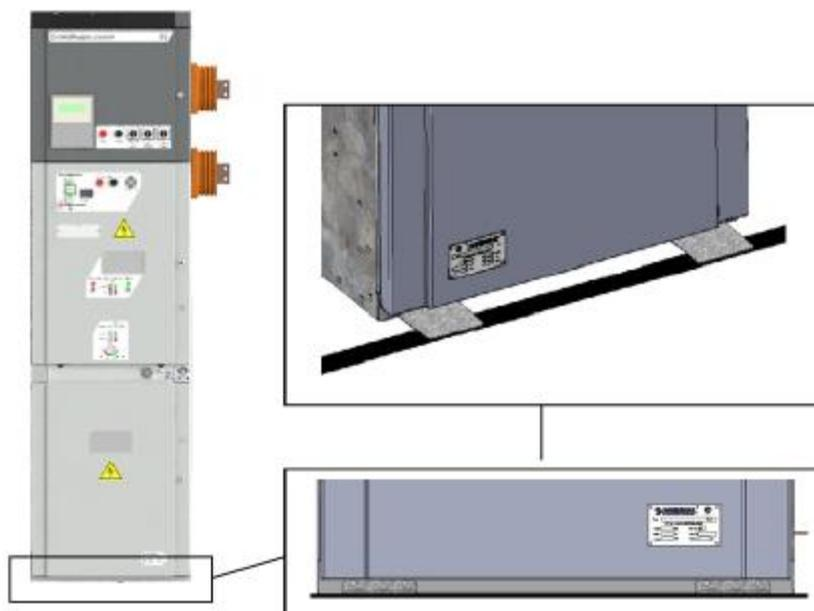

Рис. 24 Присоединение к внешнему контуру заземления
- основания должны быть присоединены в двух и более местах с помощью сварки к общему контуру заземления стальной полосой сечением не менее 120 мм². Способы крепления указаны на рис. 24;